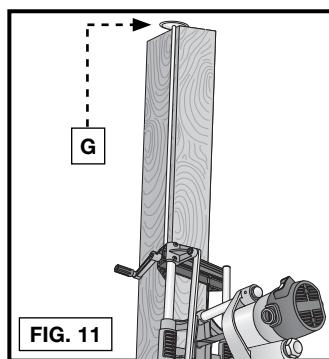
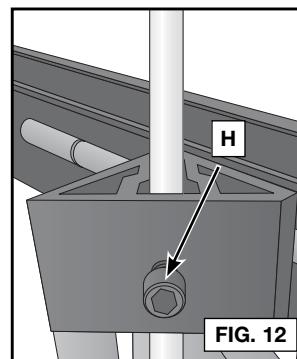

FIG. 11
FIG. 12
Si vous avez un certain nombre de portes dont les serrures sont à la même hauteur, la tige de hauteur (Fig. 11) offerte en accessoire vous sera très utile. Après avoir déterminé la hauteur que vous désirez et avoir mis la mortaiseuse de serrure en position sur la première porte, assemblez les quatre tiges qui composent la tige de hauteur. Insérez les tiges dans la mortaiseuse et placez la butée (G) de tige de hauteur sur le dessus de la tige de manière à ce qu'elle repose sur le dessus de la porte. Bloquez les vis (H) de la tige de hauteur, Fig. 12. Pour positionner la mortaiseuse sur la porte suivante, il vous suffit de placer la mortaiseuse sur la porte avec la butée de tige de hauteur reposant sur le dessus de la porte et de serrer les serre-joints. Ceci assurera que toutes les serrures sont situées à la même position.
2. Tracez une ligne (F), Fig. 12, sur les guides latéraux (C) de gabarit, à mi-chemin entre les barres (B) et (E).
3. Positionnez le gabarit sur la porte de manière à ce que la ligne (F) du gabarit corresponde à la ligne tracée sur le bord de la porte au centre de la mortaise coupée.
4. Serrez les deux vis à allettes (G), Fig. 12, afin de bloquer le gabarit en place.